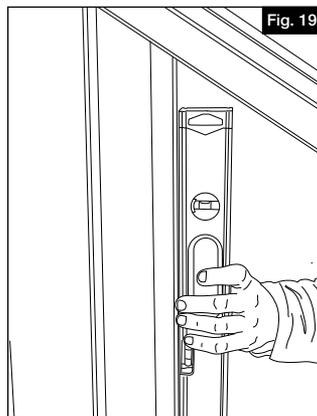

Fig. 19
- a. Ajustez maintenant le longeron supérieur pré perforé jusqu'à ce que les balustres soient d'aplomb (Figure 19).